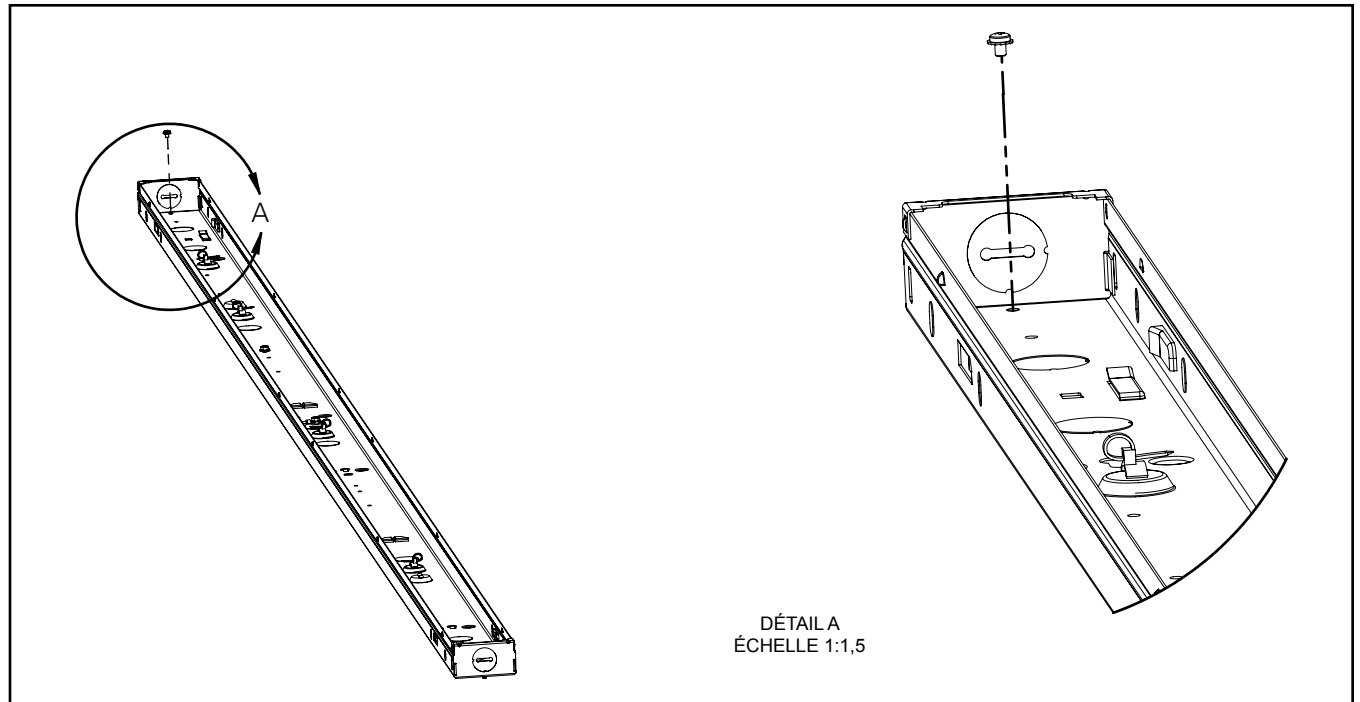

Figure 2
2. Utiliser un tournevis à pointe cruciforme pour dévisser la vis qui retient le capuchon d'extrémité en métal (figure 2). Ensuite, serrer le canal et tirer pour retirer le capuchon d'extrémité en métal.